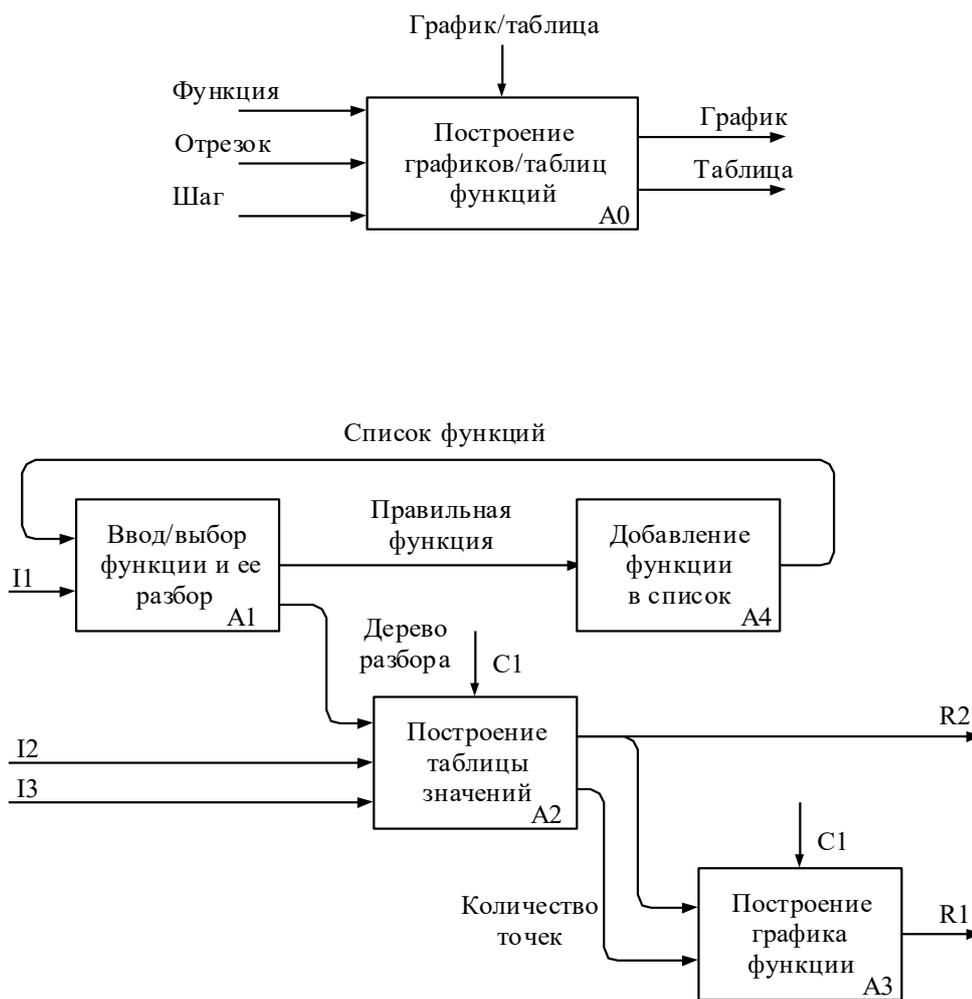

Рисунок 3 – Функциональные диаграммы
- функциональных диаграмм (рисунок 3);